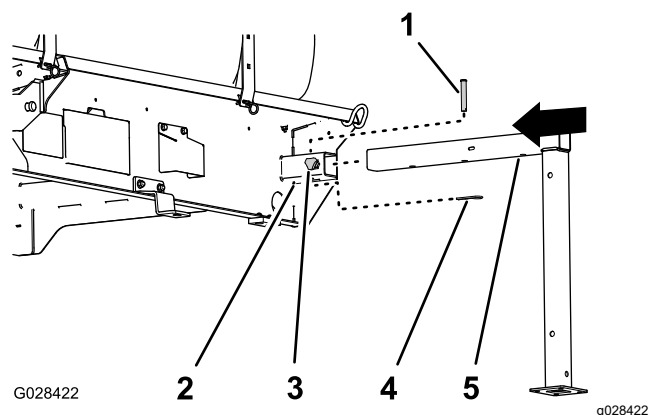

Figura 99
1. Alinhe o macaco frontal com o recetor do macaco na frente do depósito (Figura 99).
2. Insira o macaco frontal com o recetor até que o furo do meio no tubo horizontal do macaco esteja alinhado com o furo na parte superior do recetor (Figura 99).
4. Enrosque bem à mão um manipulador de bloqueio no recetor (Figura 99).